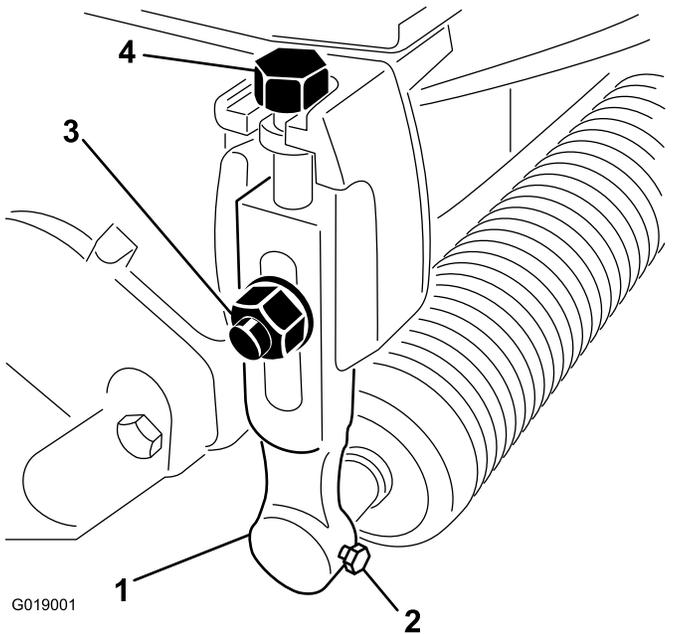

Figura 1
2. Desaperte os parafusos que prendem cada extremidade do rolo da frente aos braços da altura de corte (**Figura 1**).
3. Retire os parafusos de cabeça plana, anilhas e porcas que prendem os braços da altura de corte a cada extremidade da unidade de corte (**Figura 1**). Retire os braços da altura de corte e conjunto do rolo.
4. Remova os parafusos de ajuste da altura de corte dos braços da altura de corte (**Figura 1**).